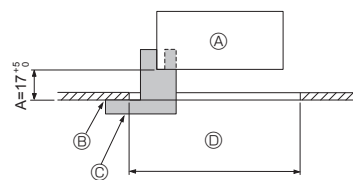

Fig. 3-7
- Βεβαιωθείτε ότι το βήμα A εκτελείται μέσα στα όρια των 17-22 χλστ. Εάν δεν τηρούνται αυτά τα όρια υπάρχει κίνδυνος πτώσης. (Fig. 3-7)